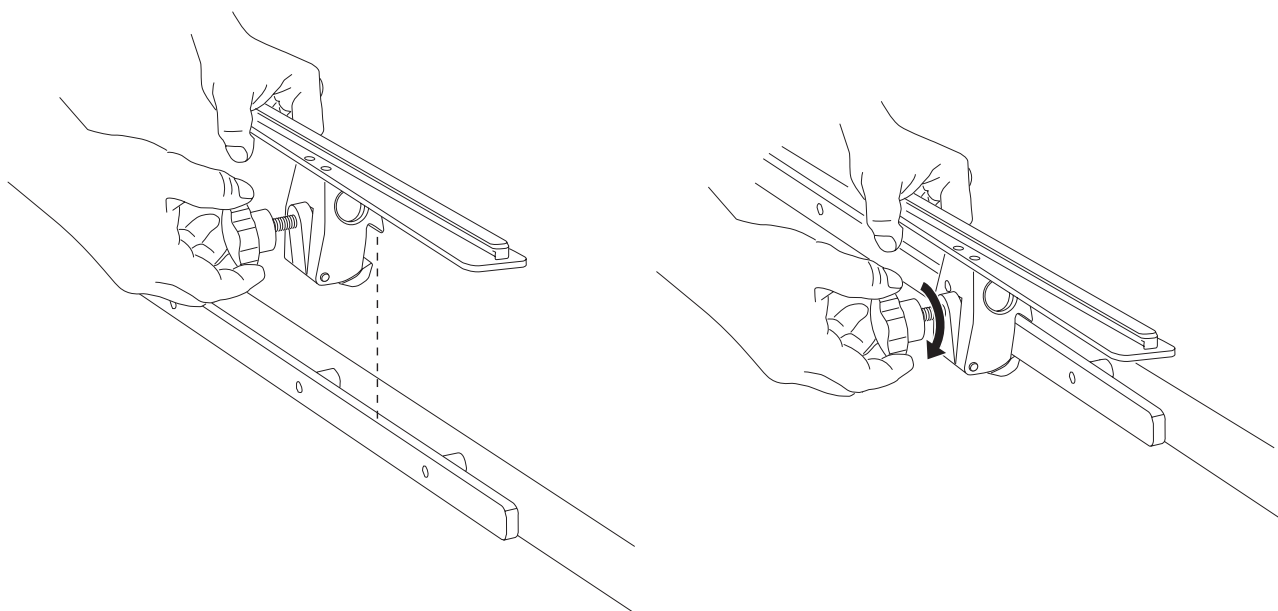

Figure 3-8 : Installation d'un rail de fixation pour table d'opération NEUWAVE.
1. Installer le rail de fixation pour table d'opération sur la barre de la table d'opération comme illustré sur la Figure 3-8.